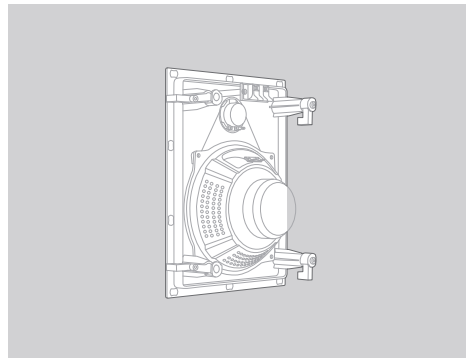

Figura 6
2. Tíende el cableado del altavoz hasta las aberturas de la pared. Asegúrate de cumplir con todos los códigos locales de construcción y edificación. Conecta el cable de altavoz a los terminales adecuados del altavoz. Comprueba que cada cable coincida con el color y la polaridad correctos en el amplificador del sistema. (Figura 6)